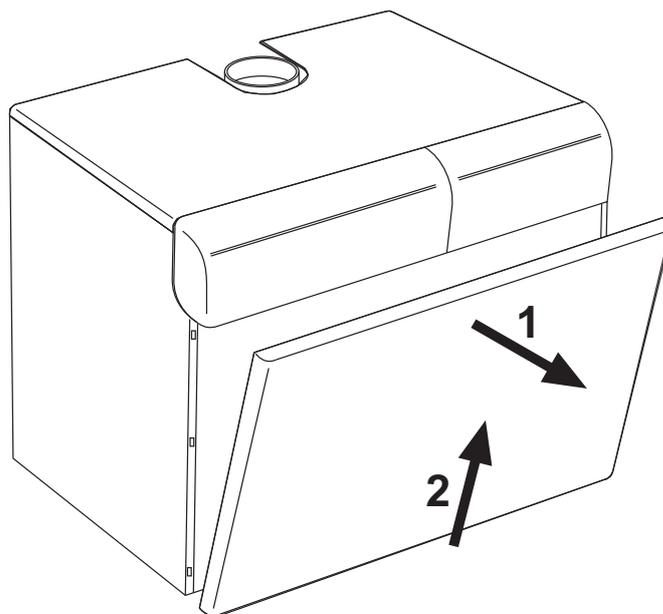

рис. 5 - Открытие лицевой панели
Для открытия передней панели котла следуйте указаниям, приведенным в рис. 5.
- Снимите лицевую панель котла (рис. 5)